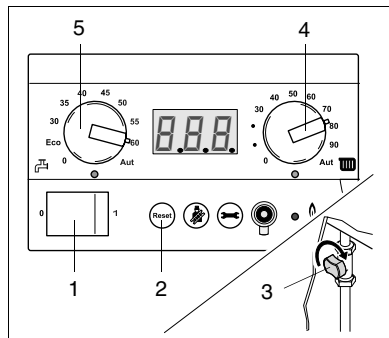

Fig. 4 BC 10 - trykvisning, gashane
- Tænd/sluk-afbryderen (fig. 4, pos. 1) indstilles på "1".
- Den maksimale temperatur for centralvarmevandet indstilles med reguleringstasten (fig. 4, pos. 4) og ved hjælp af tabel 1.
- Brugsvandtemperaturen for **Milton SmartLine Combi HR 24** eller temperaturen i den eksterne varmtvandsbeholder for **Milton SmartLine HR 24** indstilles ved hjælp af reguleringstast fig. 4, pos. 5) og ved hjælp af tabel 2.
- Gashanen åbnes ved at dreje gashanens knap således, at den er parallel med gasledningen (fig. 4, pos. 3)
- Tryk på resettasten (fig. 4, pos. 2).
- Gashanen lukkes ved at dreje gashanens knap således, at den er står vinkelret på gasledningen (fig. 4, pos. 2).